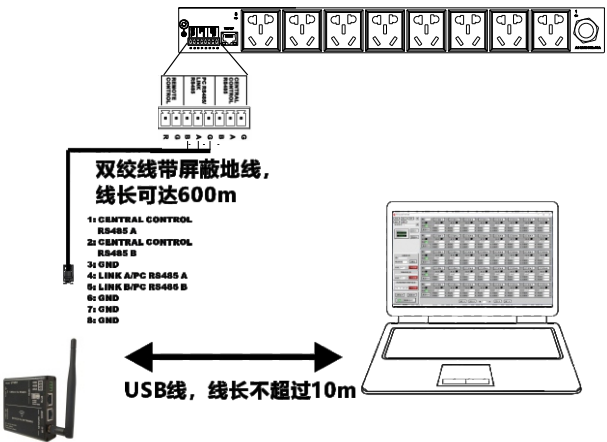

图1.1.1
- 第2步：使用选配的USB转485线或其它485线，连接PC机的USB 端口到设备后面板的凤凰端口。该连机方法适用于用PC机远距离控制单台设备，最长距离可超过600m，如下图1.1.1。